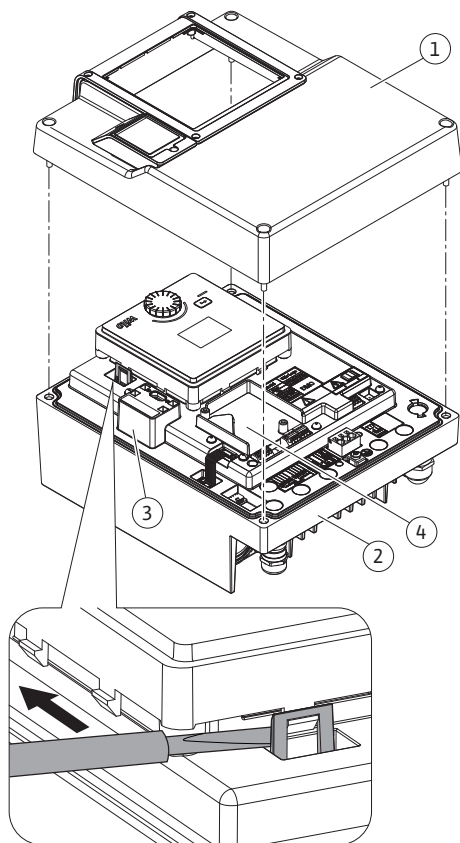

Fig. 17: Elektroonikamoodul
| Elektroonikamoodul ülemise osa komplekt | Fig. 17, pos. 1Fig. 1, pos. 2 | M5              | 4,5   |                    |
| CIF-moodul                     | Fig. 17, pos. 4         | PT 30x10          | 0,9   |                    |
CIF-moodulid (lisavarustus) on mõeldud pumpade ja hoonehaldussüsteemi vaheliseks kommunikatsiooniks. CIF-moodulid ühendatakse elektroonikamoodulisse (Fig. 17, pos. 4).